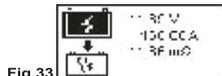
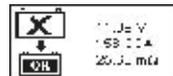

Fig.33
Fig.34
3. Verifique los valores nominales de la batería y entrar en él como se ha descrito anteriormente y los resultados se mostrarán como por ejemplos a continuación: (Fig.33 and Fig.34)
Fig.33- Los resultados mostrados [recarga y prueba de nuevo], indicó que la batería tiene que estar completamente cargada antes de repetir la prueba. Motivo: estado de carga: 11.89V es demasiado baja.
Fig.34 - Los resultados mostrados [Para reemplazar], esto significa que la batería necesita ser reemplazado como su resistencia a la placa interna [**Int. R**] 25.66 mΩis superiores al 15 mΩ